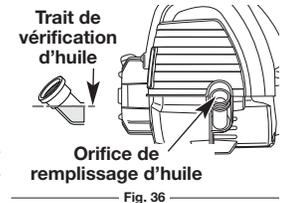

Fig. 36
- Contrôlez le niveau d'huile. Le niveau d'huile devrait se situer juste en dessous du filetage du trou d'alimentation en huile. (Fig. 36)
- Si le niveau d'huile est trop bas, ajoutez un petit peu d'huile et contrôlez à nouveau (Fig. 36). Répétez cette procédure jusqu'à ce que le niveau d'huile se trouve juste en dessous du filetage du trou d'alimentation en huile.
**REMARQUE:** Mesurez la quantité nécessaire à l'aide de la bouteille et de la buse utilisées lors de la mise en service. Vérifiez le niveau d'huile avec la jauge (Fig. 36). S'il est trop bas, ajoutez un peu d'huile par l'orifice et revérifiez. Ne remplissez pas trop (Fig. 36).